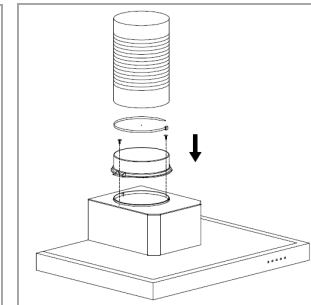

Fig. 3
- Suspendez le boîtier. Vérifiez que la fixation est solide et que l'appareil est à niveau [Fig. 3].